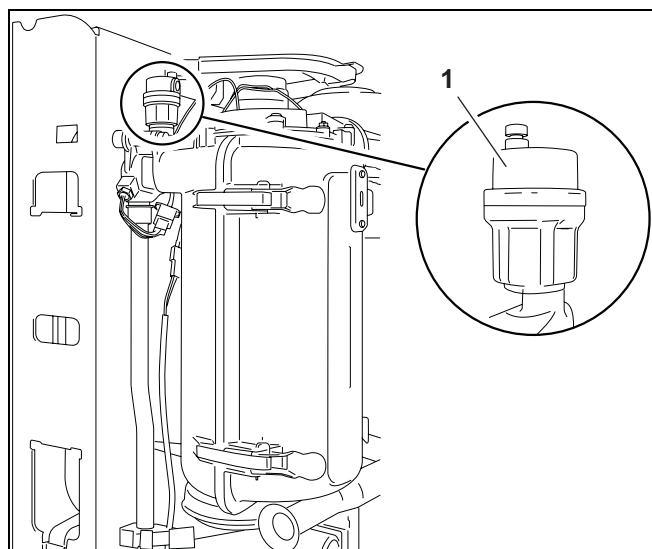

Рис. 22 Автоматическая вытяжка воздуха
Нагревательный прибор оборудован автоматической вытяжкой (рис. 22), которая служит для откачки воздуха из прибора. В некоторых ситуациях может быть необходимым оборудовать отопительную установку кроме вытяжек на различных нагревательных элементах также специальными вытяжками.
- Ослабить крышку автоматической вытяжки слева сверху на приборе (рис. 22, **поз. 1**) на один оборот.